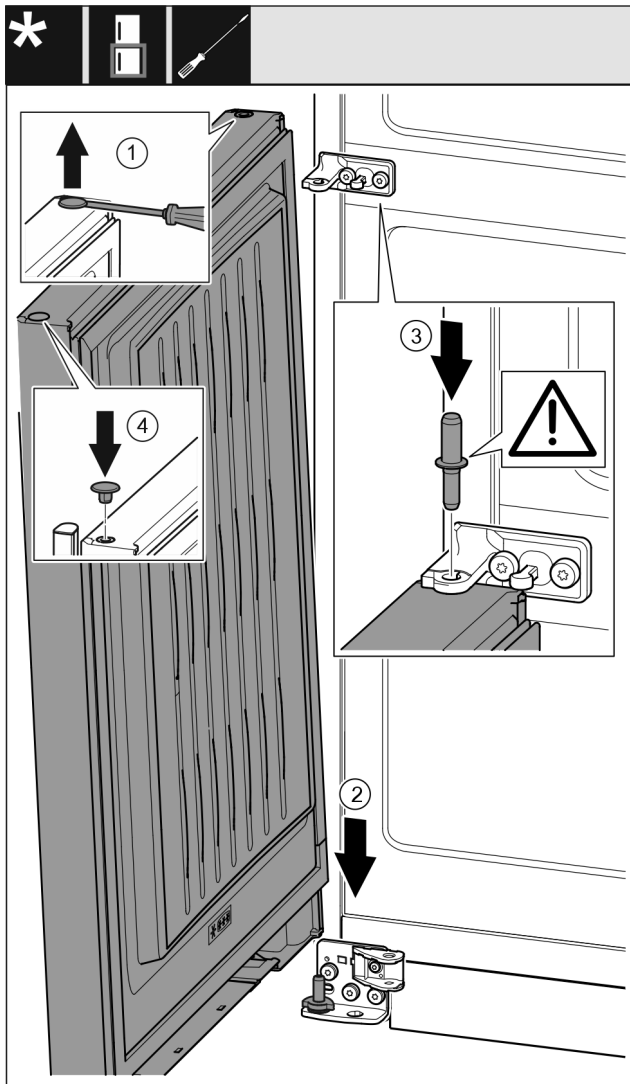

Fig. 35
- ▶ Осторожно приподнимите шлицевой отверткой заглушку Fig. 35 (1) и извлеките ее.
- ▶ Установите дверь Fig. 35 (2) сверху на нижний опорный палец.
- ▶ Вставьте средний опорный палец Fig. 35 (3) через средний опорный кронштейн в нижнюю дверь. При этом проследите за тем, чтобы выступ фиксатора был направлен назад.
- ▶ Снова установите заглушку Fig. 35 (4) с другой стороны двери.